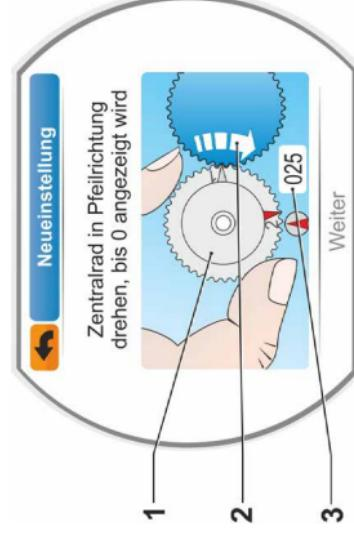

Abb. 5: Zentralrad einstellen
– die Forderung das „Zentralrad in Pfeilrichtung drehen, bis 0 angezeigt wird“ (Abb. 5), mit Bedienschritt 12 fortfahren;
- die Forderung das „Zentralrad in Pfeilrichtung drehen, bis 0 angezeigt wird“ (Abb. 5), mit Bedienschritt **12** fortfahren;
12. Zentralrad (Abb. 5, Pos. 1) soweit in die